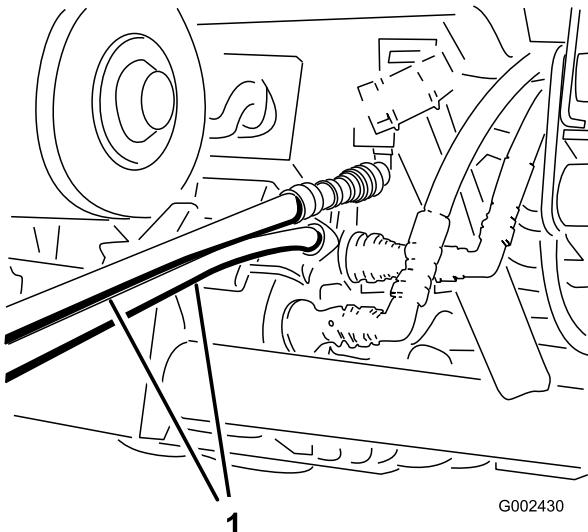

Figure 73
4. Sur l'autre véhicule, branchez les deux flexibles au raccord se trouvant encore dans le support. Raccordez le flexible supérieur au raccord supérieur et le flexible inférieur au raccord inférieur (Figure 73). Obtuez les deux raccords inutilisés.